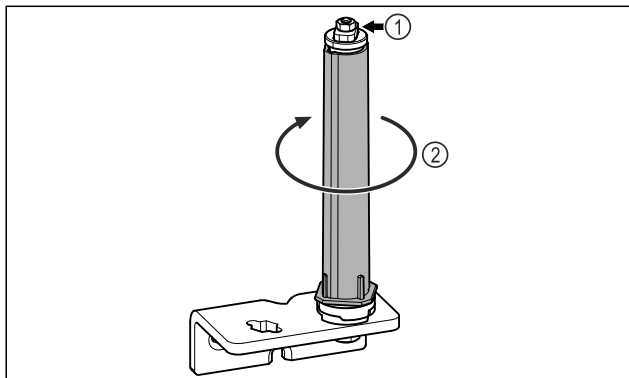

Fig. 22
- ▶ Ne razstavite sistema za zaklepanje vrat Fig. 22 (1).
- ▶ Obračajte zaporni sistem Fig. 22 (2), dokler ne klikne.